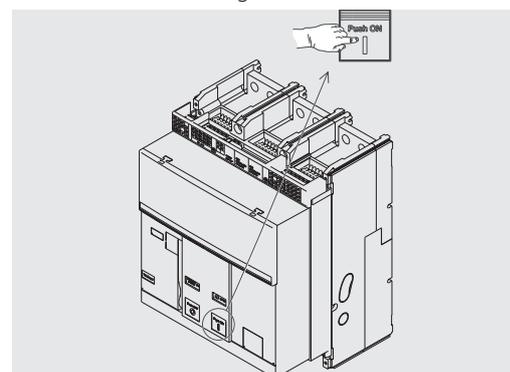

Abbildung 21
4. Einschalten - Die Einschalttaste "I - Push ON" drücken wie in Abbildung 21.